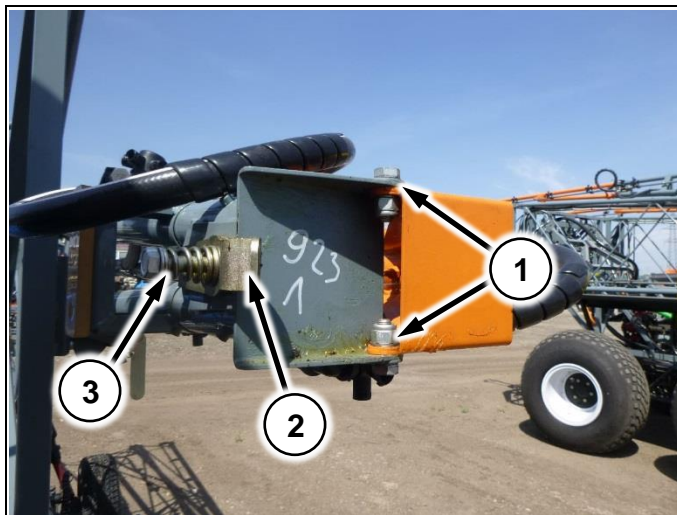

Рис. 53
1. Убедитесь, что в закрытом состоянии законцовка плотно фиксируется болтами (Рис. 53/1). Если необходимо подтяните болты
2. Убедитесь, что законцовка находится в замке защелки (Рис. 53/2). Если необходимо подтяните пружину защелки болтом (Рис. 53/3)